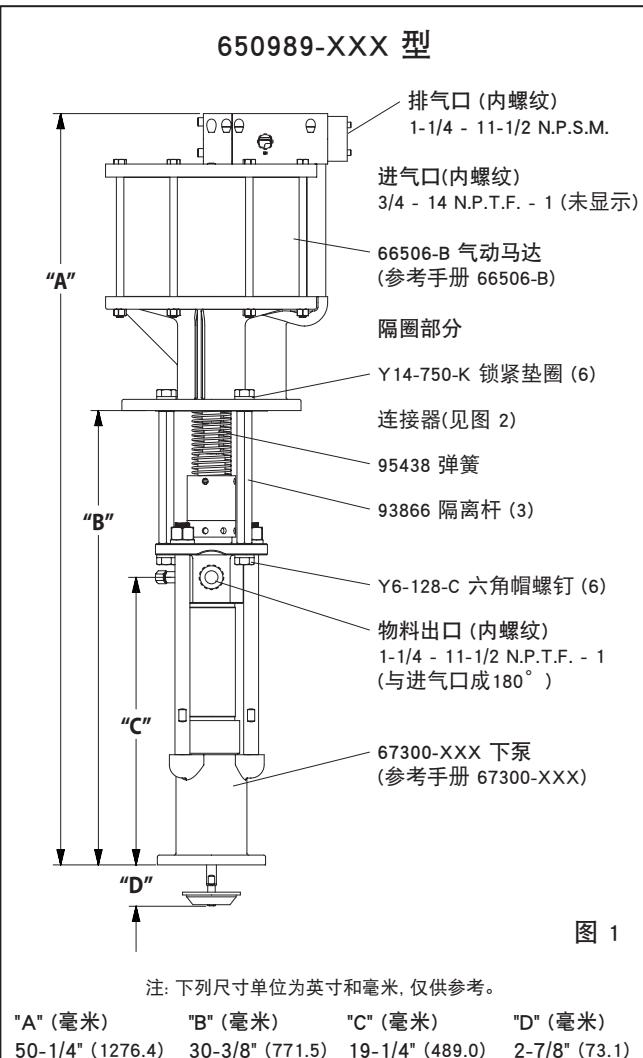

图 1
- 从三根隔离杆上拆去三个(Y6-128-C)有头螺钉和(Y14-750-K)锁紧垫圈(参看图1)。